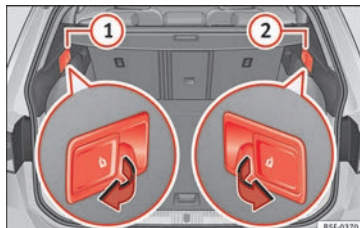

Bild 153 I bagageutrymmet: Spakar för fjärrfrigöring av den vänstra delen ① och högra delen ② på bakre ryggstödet.
- Dra i spaken för fjärrfrigöring på den vänstra delen » bild 153 ① eller den högra delen ② av ryggstödet i pilens riktning. Den frigjorda delen av det baksätets ryggstöd fälls automatiskt ned och framåt.